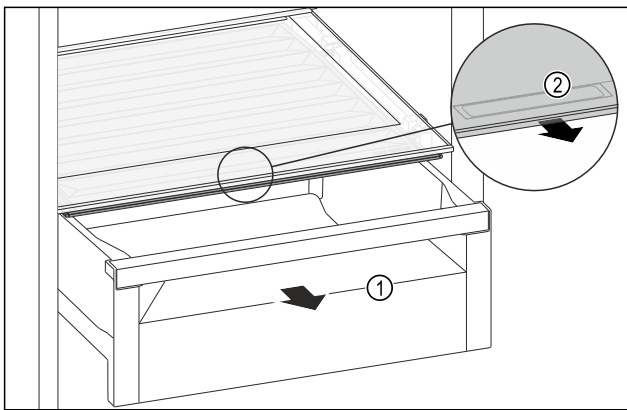

Fig. 111
- ▶ Изтеглете чекмеджето Fig. 111 (1).
- ▶ Хванете вдлъбнатия захват Fig. 111 (2) на капака на отделението и едновременно с това издърпайте напред капака на отделението.